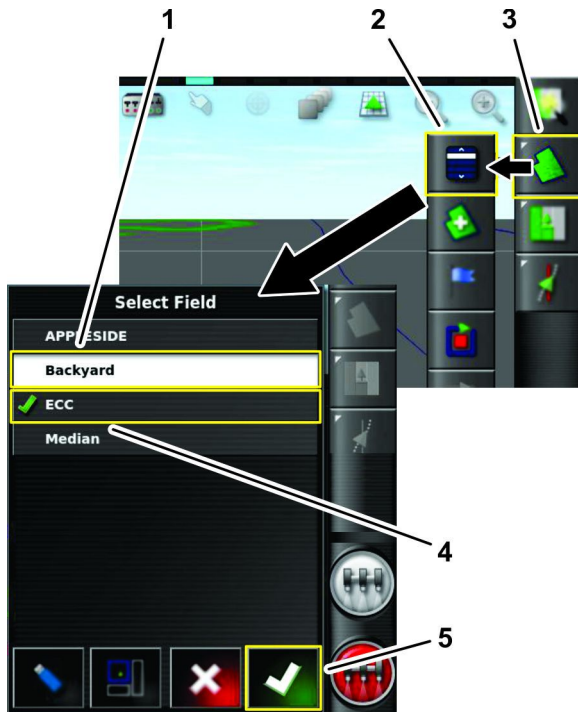

Figura 35
1. Pulse el icono Menú de parcelas y pulse el icono Seleccionar parcela (Figura 35).